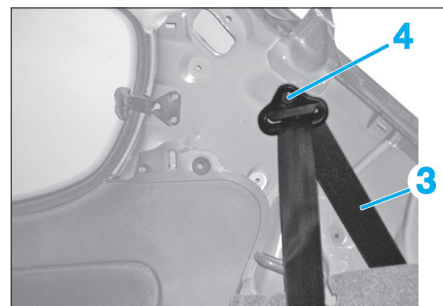

Fig. 27
- la vis (4) (Fig.27).
- Dégager la ceinture de sécurité (3).